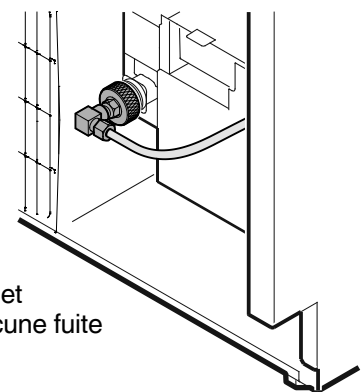

Figure 17
6. Connecter le conduit d'eau à l'adaptateur dans la configuration correspondante, selon le type de conduit d'alimentation en eau utilisé. La Figure 17 illustre comme exemple la configuration comportant un conduit en cuivre.
8. Visser l'adaptateur sur l'électrovanne (Figure 17).